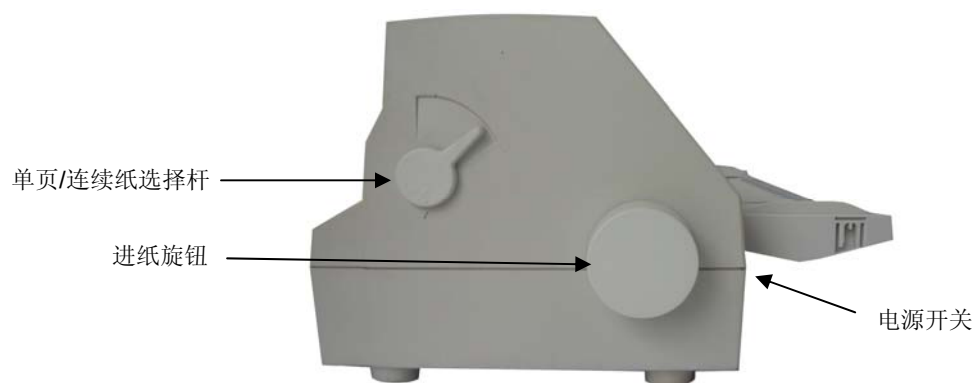

图 3-7 设定单页/连续纸进纸位置（连续纸）
2. 把单页/连续纸进纸选择杆拨至连续纸位置（如图 3-7 所示）。